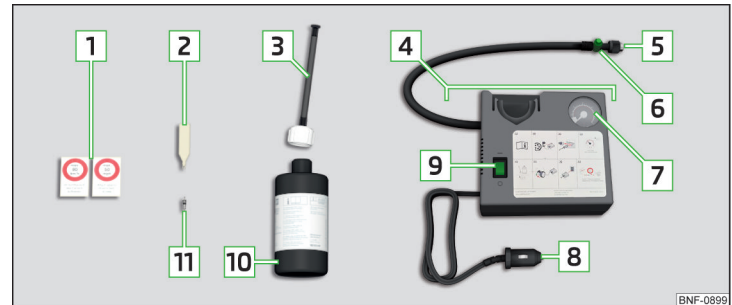

Abb. 244 Pannensetbeschreibung
- › Den Ventileinsatzdreher **2** » **Abb. 244 auf Seite 219** auf den Ventileinsatz stecken, sodass der Ventileinsatz in den Schlitz des Ventileinsatzdrehers passt.
- › Den Reifenfüllschlauch **5** » **Abb. 244 auf Seite 219** fest auf das Reifenventil schrauben.